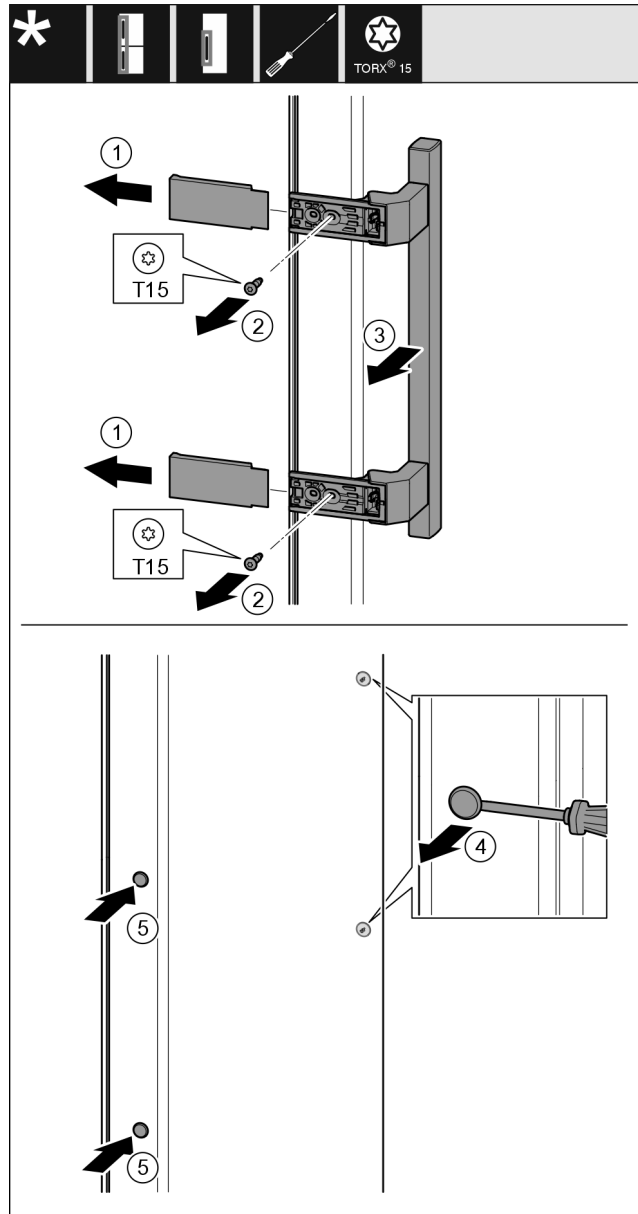

Fig. 41
- ▶ 拆下盖板 Fig. 41 (1)。
- ▶ 用螺丝刀将螺钉 Fig. 41 (2)旋开。
- ▶ 取下把手 Fig. 41 (3)。
- ▶ 用带槽螺丝刀小心地提起侧边的堵头 Fig. 41 (4)并将其拉出。
- ▶ 将堵头 Fig. 41 (5)重新放入另一个侧。